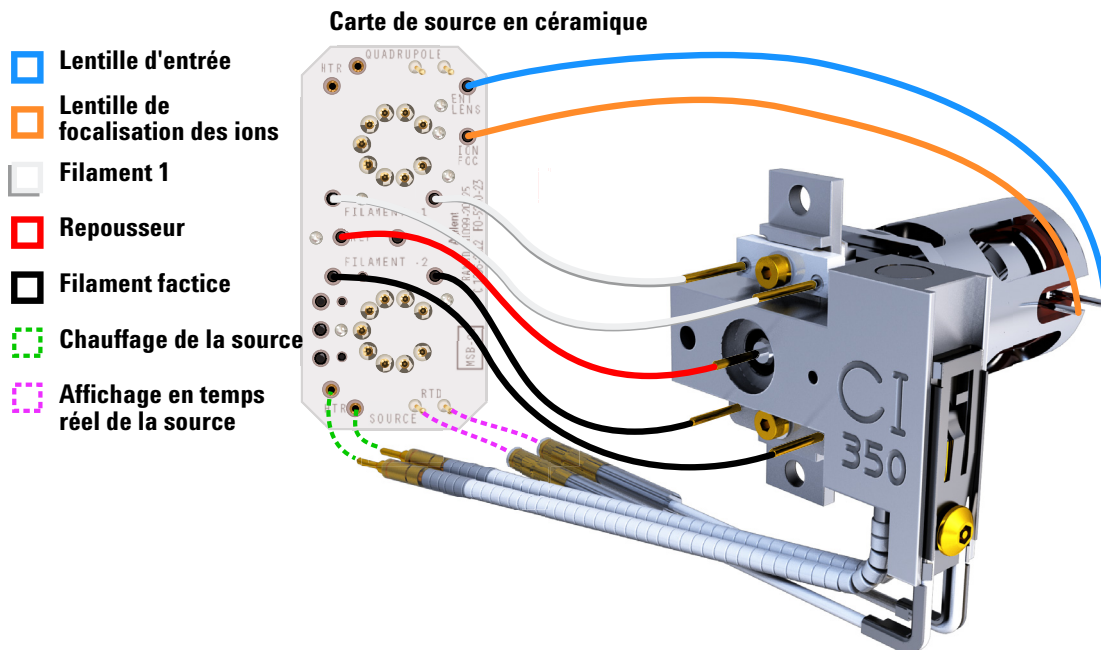

Figure 71 Câblage reliant la carte de source en céramique et la source
- 1 Utiliser des pinces pour brancher/débrancher les fils de la carte en céramique au niveau des connecteurs de la source. (Voir **Figure 71**.)
- 2 Utiliser des pinces pour brancher/débrancher les fils du chauffage de la source au niveau de la carte de source en céramique. (Voir **Figure 71**.)